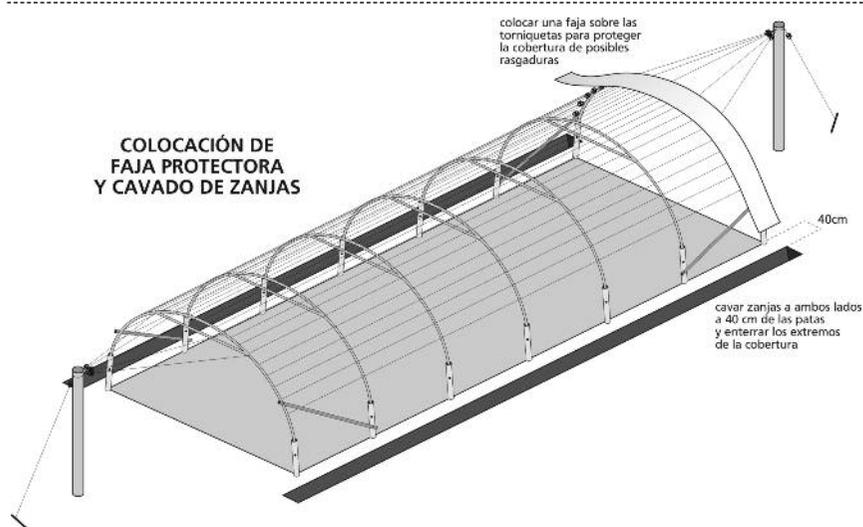
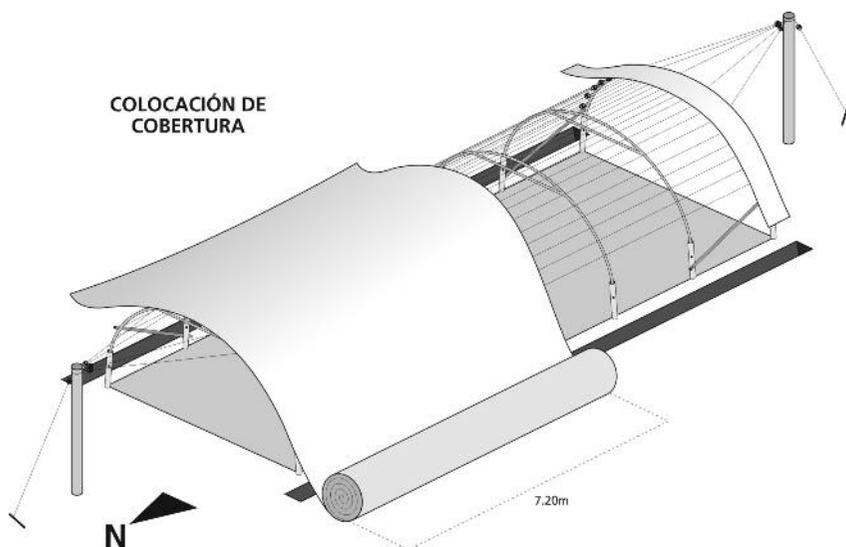
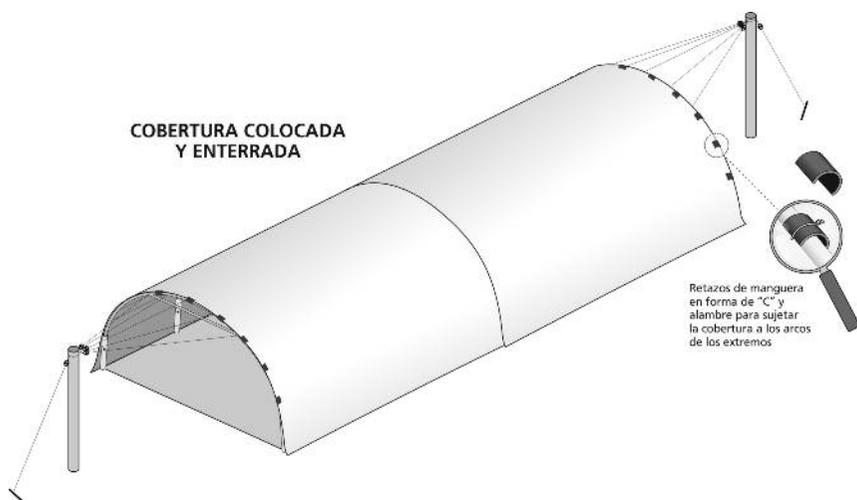

Figura 11: Esquema de la colocación de la faja protectora por encima de las torniquetas del túnel alto.
Figura 12: Esquema de la colocación del polietileno LDT.
Figura 13: Esquema de la cobertura colocada y enterrada.
*Procedimiento:* Se realizan zanjas de 40 cm de ancho, desde las patas hacia afuera en cada lateral. El polietileno LDT va enterrado de ambos lados. Primero se coloca una faja con un retazo de polietileno por encima de las torniquetas (Figura 11), luego se coloca el polietileno LDT comenzando por la faja del lado Norte y luego la faja Sur, con el fin de evitar el ingreso de aire frío por los vientos del Sur (Figura 12) y se tapa la zanja de un lado, para luego tensar desde el otro lateral, así se asegura una buena colocación y firmeza del mismo. La fijación de la cobertura, debe asegurarse con alambre fino y retazos de plástico o manguera  $\frac{3}{4}$  cortados en forma de “C”, en los arcos de los extremos (Figura 13).